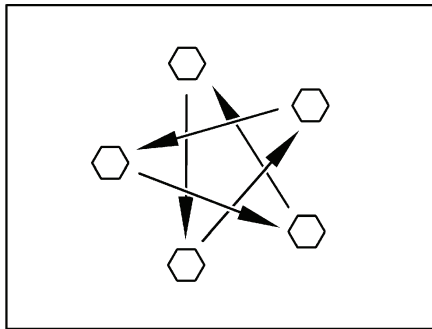

Fig. 305 Serrer en croix les écrous ou les boulons de roue
- Vérifier régulièrement le serrage des écrous ou des boulons de roues. Resserrer alternativement et en croix (Fig. 305) tous les écrous ou les boulons de roue 50 km après le changement d'une roue.
- ▷ Serrer en croix les écrous ou les boulons de roue (Fig. 305).